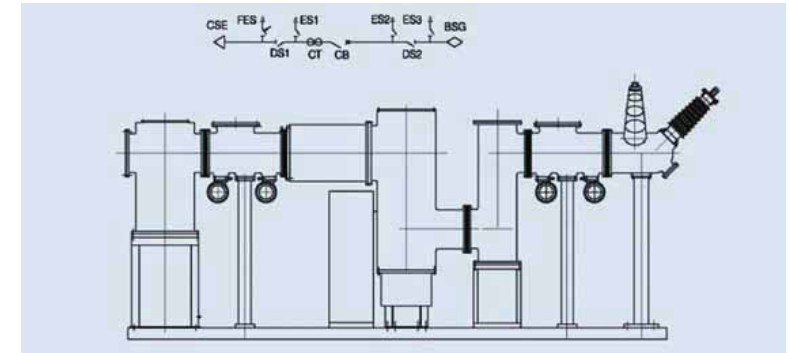

Рис. 4.6 Цепь-соединитель трансформаторной группы
4.3 Цепь – соединитель трансформаторной группы (рис. 4.6)